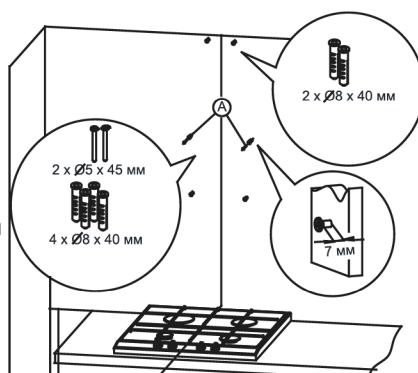

Рис. 4. Закріплення монтажних дюбелів
- У отвори вставте дюбелі. У два отвори, позначеніх А, вкрутіть також гвинти (залишаючи 7 мм голівки гвинта поза дюбелю, Рис. 4).